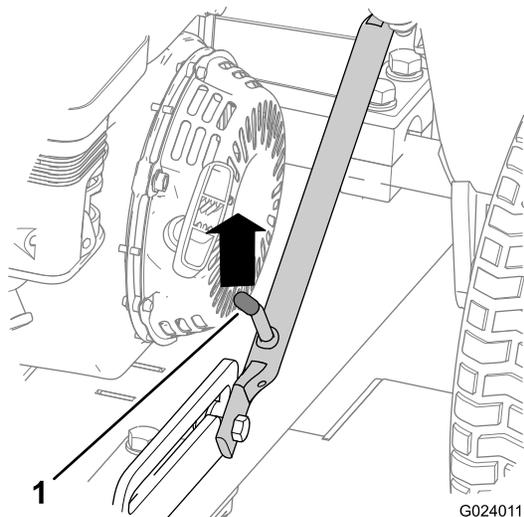
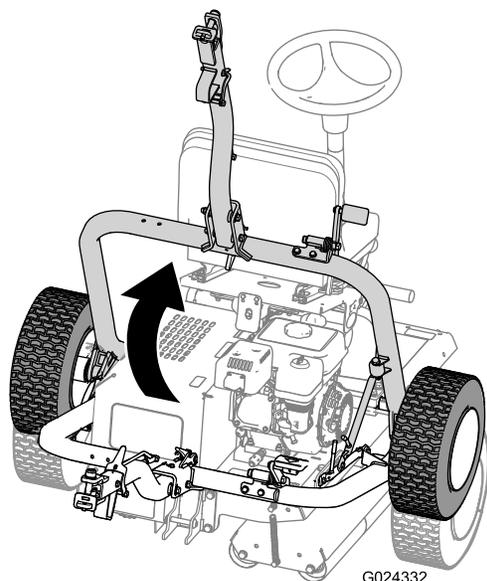

Figura 15
Figura 19
- Empurre a estrutura de engate até desbloquear a alavanca de trinco do bloqueio de deslize (Figura 15).
- D. Levante o engate (Figura 19) até a alavanca de trinco ficar bloqueada no bloqueio de deslize (Figura 15).